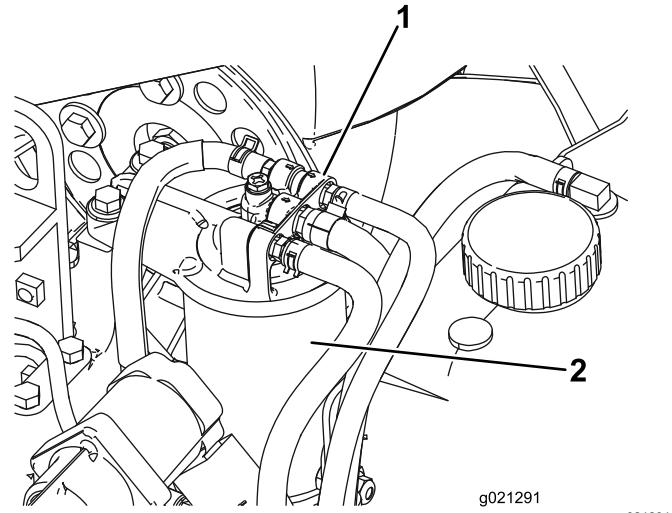

Рисунок 84
- Очистите поверхность вокруг головки топливного фильтра (Рисунок 84).
- Снимите фильтр и очистите монтажную поверхность головки фильтра (Рисунок 84).